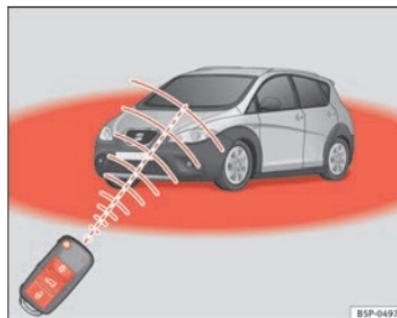

Fig. 63 Raggio d'azione del telecomando
- Il telecomando funziona soltanto se azionato all'interno del suo campo d'azione ⇒ pag. 108, fig. 63 (settore rosso).